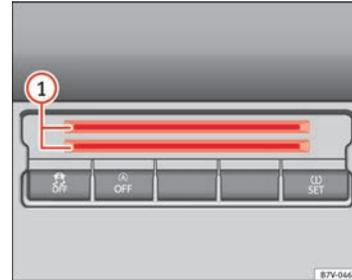

Abb. 107 In der unteren Mittelkonsole: Kartenhalter.
In der unteren Mittelkonsole können sich Kartenhalter ⇒ Abb. 107 ① zur Ablage von z. B. Münzen, Tankkarten, Parkscheinen oder Ähnlichem befinden.